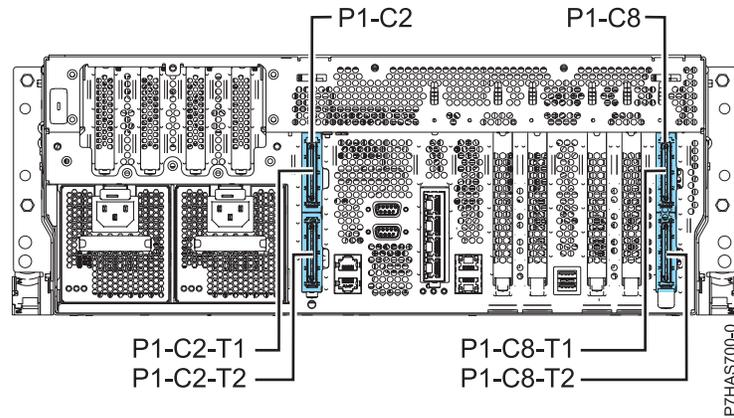

Figure 1. Vue arrière du système 02E/4B ou 05F/6B avec illustration des emplacements d'adaptateur GX++ P1-C2 et P1-C8
- Si le système possède un module de puce processeur, il ne peut prendre en charge qu'un seul adaptateur GX, qui ne peut être installé que dans l'emplacement 1 pour adaptateur GX++ (P1-C2). Si l'unité d'extension PCI en option est installée dans l'emplacement P1-C2, l'emplacement P1-C2 est indisponible pour l'adaptateur GX. Pour connaître les emplacements pour adaptateur GX et les codes d'emplacement correspondants, voir figure 1, à la page 3.